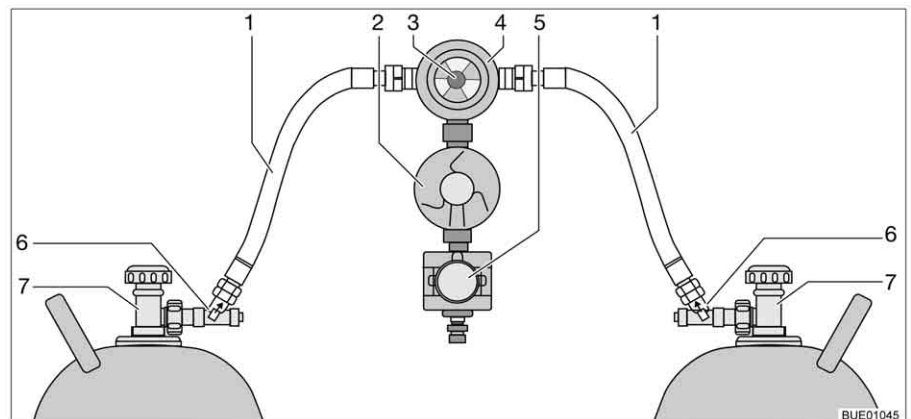

Bild 99 Crash-Protection-Unit-omkopplingsenhet
Crash-Protection-Unit består av två genomflödesbegränsare med manuell frigöring (Bild 99,6), en omkopplingsventil (Bild 99,4) med tryckregulator (Bild 99,2), en elventil (Bild 99,5) och kontrollenheten med trefärgad lysdiod. Omkopplingsventilen är monterad mellan de båda gaslangarna (Bild 99,1).
Med vredet (Bild 99,3) på omkopplingsventilen ställer du in vilken gasflaska som ska användas som driftflaska och vilken som ska användas som reservflaska.
Med kontrollenheten (Bild 100) kan endast de elektriska funktionerna styras. Gasflaskornas huvudavstängningsventiler (Bild 99,7) och frigöringarna (Bild 99,6) måste öppnas för hand.
- Öppna huvudavstängningsventilerna på gasflaskorna (Bild 99,7).
- Tryck in frigöringarna (Bild 99,6) i tio sekunder efter varandra.
- Med vredet (Bild 99,3) på omkopplingsventilen (Bild 99,4) väljs gasflaskan, som ska prioriteras (driftflaska).
- Stäng huvudavstängningsventilerna på gasflaskorna (Bild 99,7).